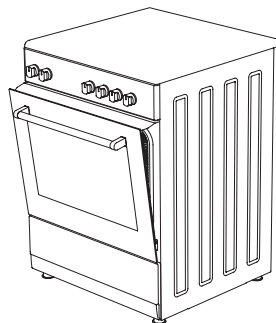

Figura 31
4. Apoi fixați panoul de siguranță între cuptor și capacul frontal închizând ușor capacul. (Figura 31)